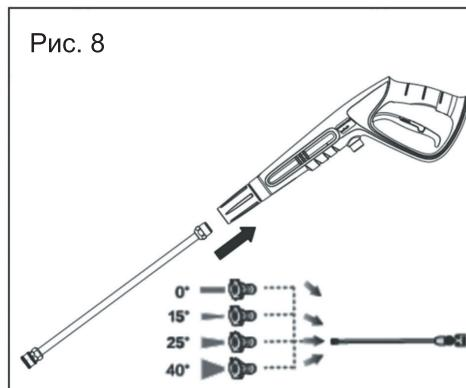
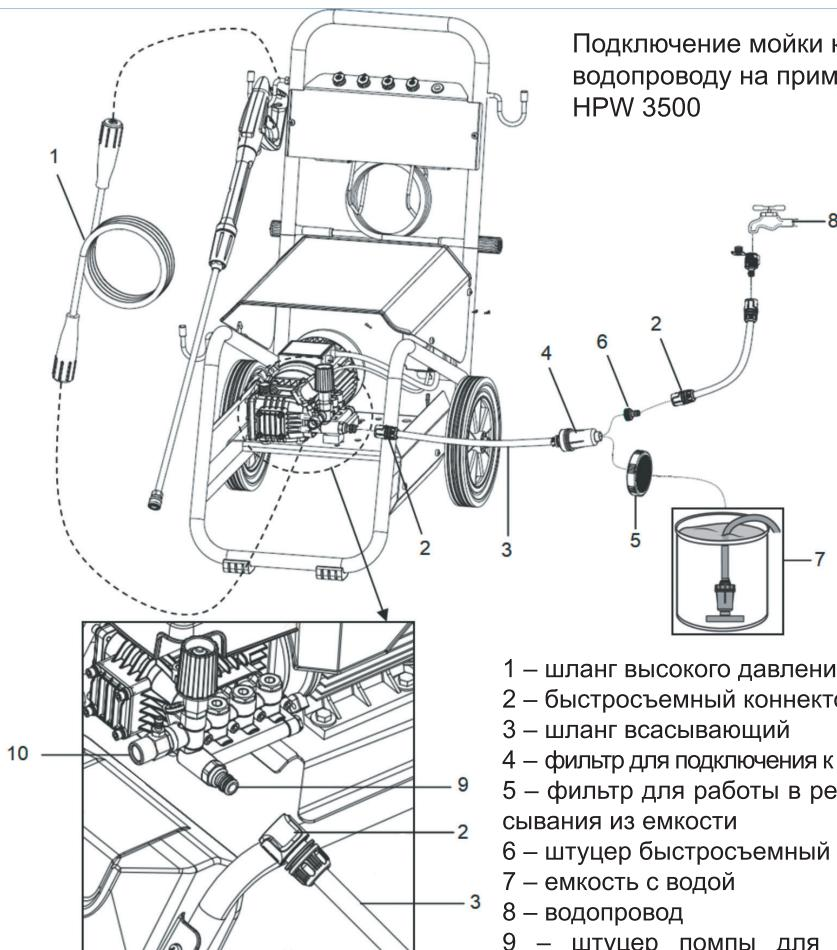

Рис. 8
Рис. 9
6. Установите на пистолет распылительную насадку и форсунку (рис. 8). В комплекте с моделями HPW 3500 и HPW 7500-3 мойкой поставляется 4 распылительных форсунки, различающиеся углом распыления (0° , 15° , 25° , 40°) (рис. 9). В комплекте с моделью HPW 2500 поставляется 5 форсунок, одна из которых предназначена для работы с моющим средством из встроенного бачка.
7. Подключите всасывающий шланг и шланг высокого давления (в/д) к мойке (рис. 9).
Фильтр 4 (рис. 9) используется при подключении мойки к центральному водопроводу. Если вода будет забираться из емкости в режиме самовсасывания необходимо открутить штуцер (6) и вместо него установить фильтр (5).